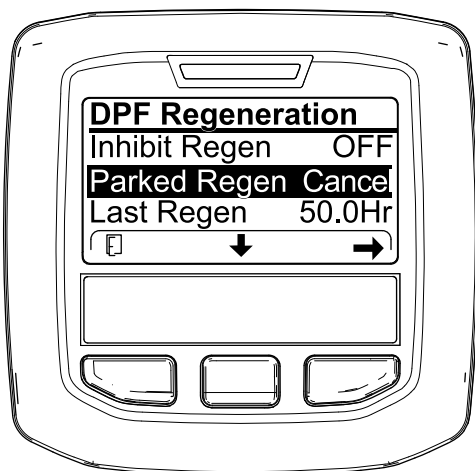

Figure 52
1. Ouvrez le menu DPF Regeneration (régénération du FAP) (Figure 52).
2. Appuyez sur le bouton central pour naviguer jusqu'à l'option PARKED REGEN CANCEL (Figure 52) ou RECOVERY REGEN CANCEL (Figure 53).
3. Appuyez sur le bouton droit pour sélectionner l'option Regen Cancel (annulation de régénération) (Figure 52 ou Figure 53).